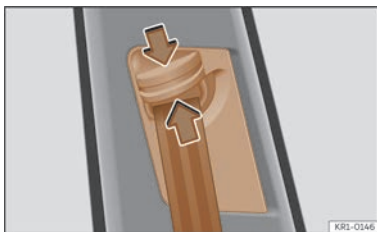

Abb. 27 Bei den Vordersitzen:
- Umlenkbeschlag in Richtung der Pfeile zusammendrücken und halten >>> **(Abb. 27)**.